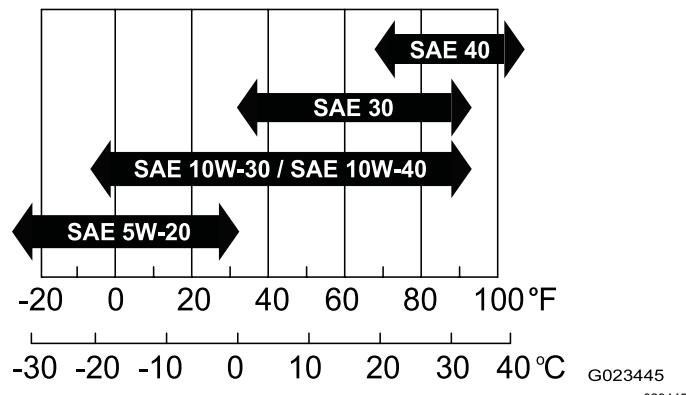

Figura 35
- **Viscosidad:** SAE 30; consulte otras viscosidades en la tabla siguiente (Figura 35):